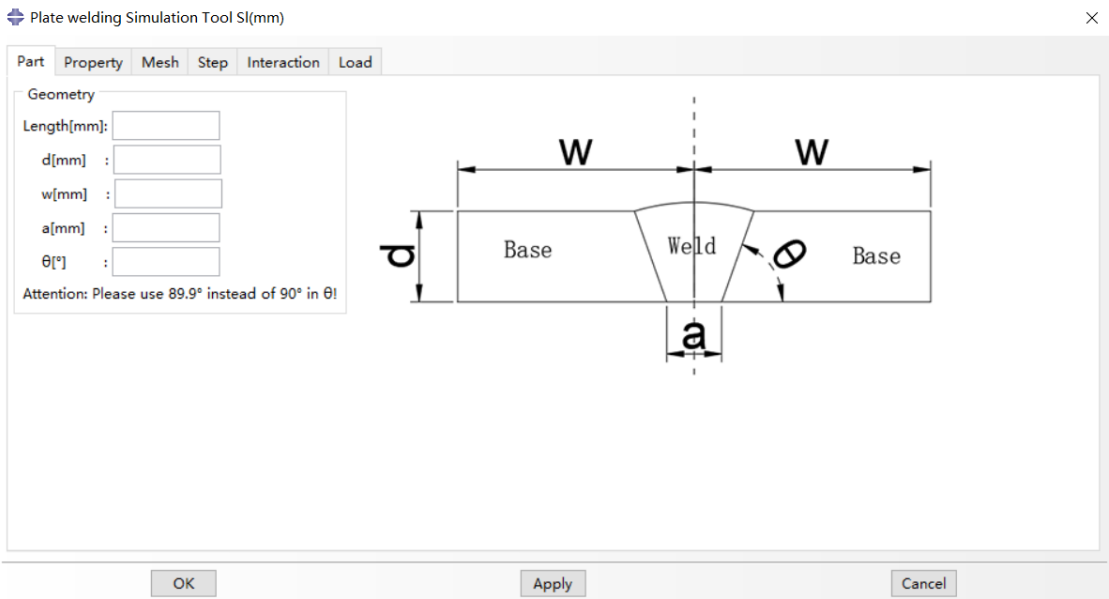

图 3-2-1 Part 任务
- w 指钢板（母材 Base）的宽度加焊缝（Weld）宽度的一半，详情见图 3-2-1 示意图